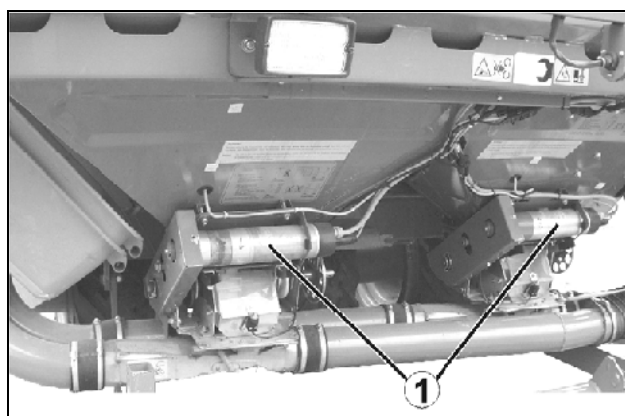

Fig. 77
- dosificación eléctrica total con motor eléctrico como accionamiento directo (Fig. 77).